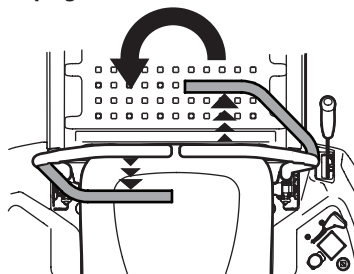

Figure 30
3. Pour tourner dans le sens antihoraire, déplacez le levier de contrôle droite de la barre abdominale vers l'avant tout en déplaçant simultanément le levier de contrôle de la barre abdominale gauche vers l'arrière. Consultez la Figure 30.